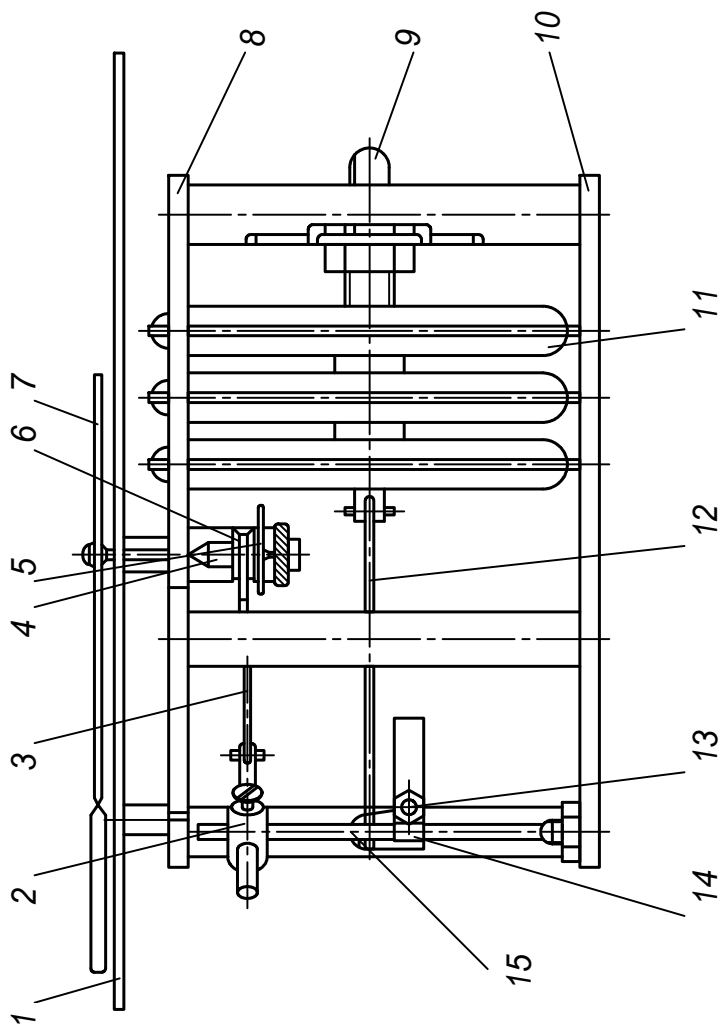

Рис.1. Механизм.
4.2. Механизм барометра (рис.1) расположен между двумя платами 8 и 10. Приемник давления состоит из трех последовательно соединенных анероидных коробок 11. Один конец блока коробок неподвижен, а ко второму шарнирно прикреплена жесткая тяга 12, второй конец которой, в свою очередь, шарнирно связан с вилкой регулятора 14, установленного на промежуточной оси 15. При увеличении или уменьшении плеча регулятора с помощью винта 13 соответственно уменьшается или увеличивается чувствительность барометра. На оси 15 находится также движок 2, с которым скреплен конец отрезка гибкой пластинчато-шарнирной цепочки 3, второй конец цепочки закреплен на небольшом ролике 6, напрессованном на оси 4, на которой плотно сидит стрелка 7. Зазоры во всех подвижных соединениях деталей механизма барометра ликвидируются спиральной пружиной (волоском) 5.